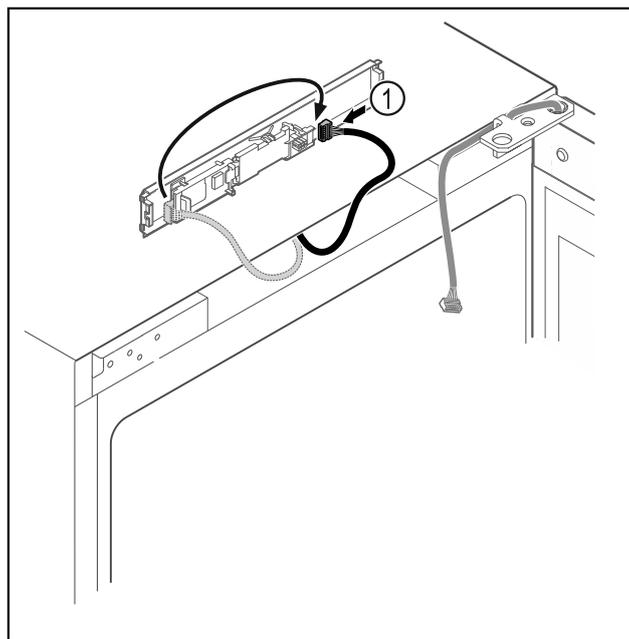

Fig. 14
- Pārspaudiet spraudni *Fig. 14 (1)* uz shēmas plati.